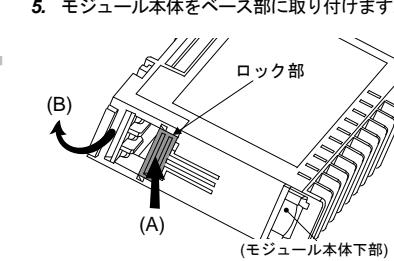

図1: ベース部の取り外し
- ロック部を押した状態で(A)、モジュール本体からベース部を取り外します(B)。(図1)